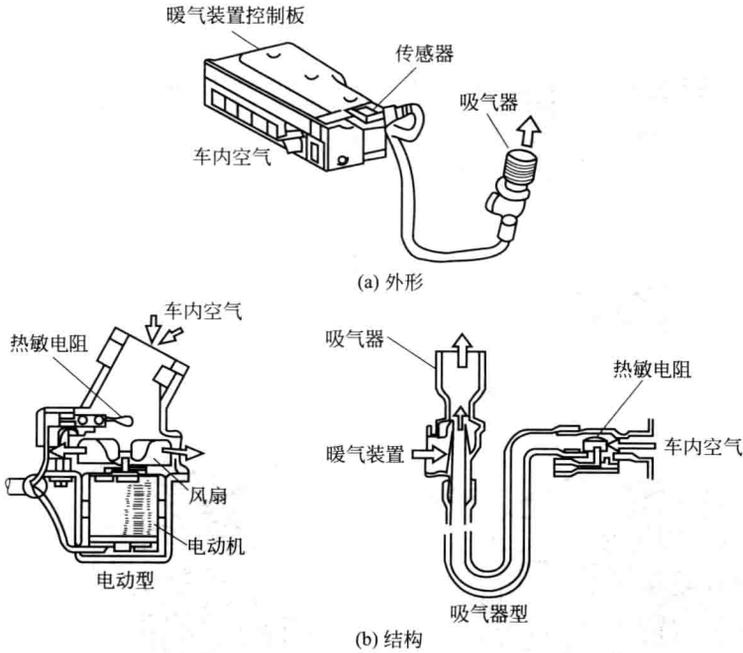

图 1-6 车内气温传感器
① 自动空调系统的功能 汽车自动空调系统不仅能按照乘员的需要送出温度和湿度最适宜的空气，而且可以根据需要自动调节风速、风量，还极大地简化了乘员的操作工作。汽车自动空调系统一般具有下列几种功能。
② 自动空调系统常用传感器 自动空调系统一般由制冷、暖风、送风、操纵控制等系统组成。电子控制系统主要由传感器、执行元件 (执行器) 和空调电控单元 (ECU) 三部分构成。应用在自动空调系统的传感器主要有以下几种。
- a. 车内气温传感器 (又称车内温度传感器、室温传感器) 车内气温传感器吸入车内空气，以确保乘客室的平均气温。以前多采用电动型车内气温传感器 (采用电动机吸入空气)，现在则普遍采用气流通过暖气装置的吸气器型，如图 1-6 所示。